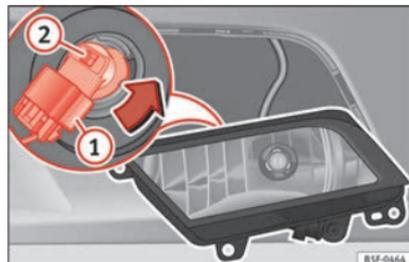

Fig. 192 Faro antiniebla.
- Extraiga el conector » fig. 192 ① de la lámpara.
- Gire el portalámparas » fig. 192 ② hacia la izquierda y tire.